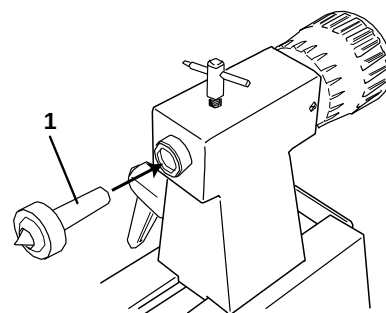

Figure 6
2. Insérez la contrepointe **(1)** dans le fourreau de la poupée mobile (Figure 6).